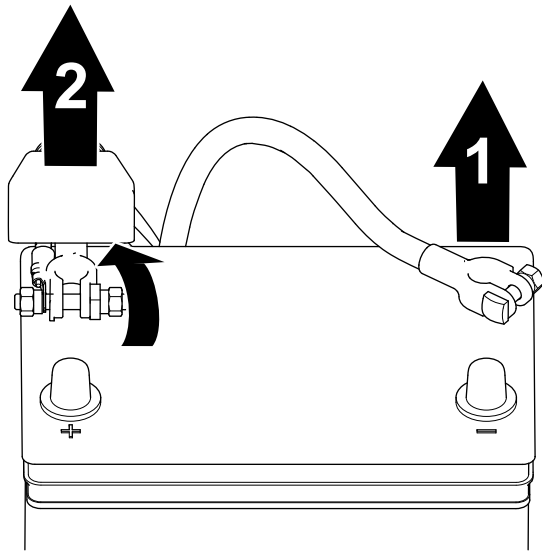

Figure 46
1. Débranchez le câble négatif de la borne de la batterie (Figure 46).
2. Soulevez le capuchon isolant et débranchez le câble positif de la borne de la batterie (Figure 46).